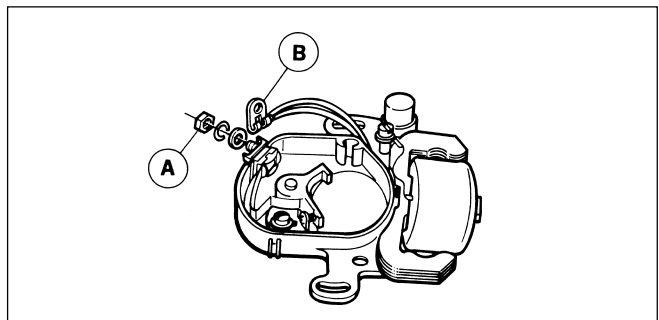

Fig. 7
- Retirer l'écrou qui fixe les câbles aux vis platinées (**A** - Fig. 7).